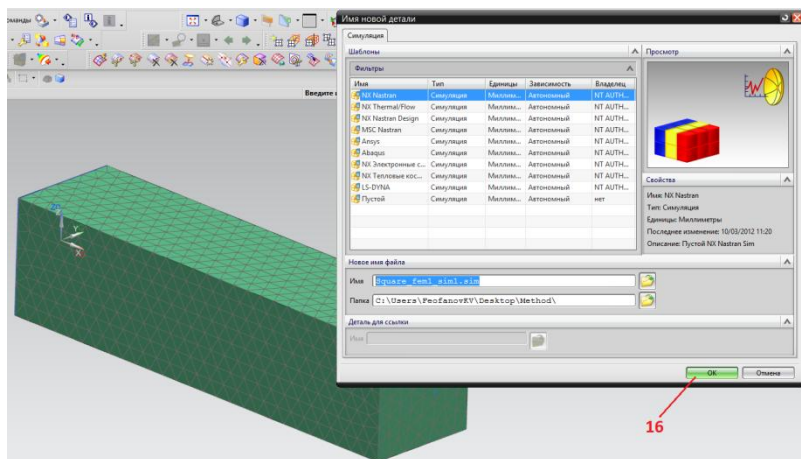

Рисунок 11. Окно симуляции
В новом окне тип решателя, оставить все по умолчанию «NXNastran» (рисунок11). Нажать «ОК» (16). В новом появившемся окне также нажать «ОК».